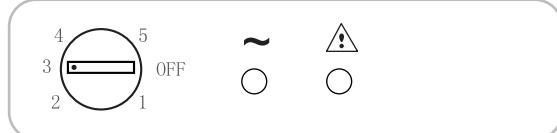

Fig. 1
- Le réglage de la température des deux compartiments est effectué en tournant le bouton du thermostat (Fig. 1). Sélectionner la position souhaitée :